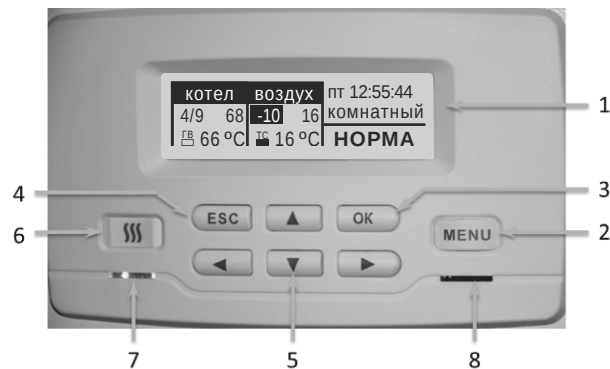

Рисунок 5
4.6 На рис. 5 отражены основные элементы блока управления:
7.5.3 Отказ, обрыв провода, не подключение датчика температуры уличного воздуха, датчика комнатной температуры или их обоих исключит появление значений температур в режиме главного окна (поз. 4 и 5 на рис. 5) и приведет к переходу на упрощенный алгоритм термостатирования. В случае отключения комнатного датчика – управление по кривой нагрева теплоносителя в зависимости от уличной температуры (см. п. 7.4.2.5). При отключении уличного датчика температуры – управление по данным комнатного. При отключении обоих датчиков воздуха прибор стабилизирует температуру теплоносителя на уровне текущей уставки.